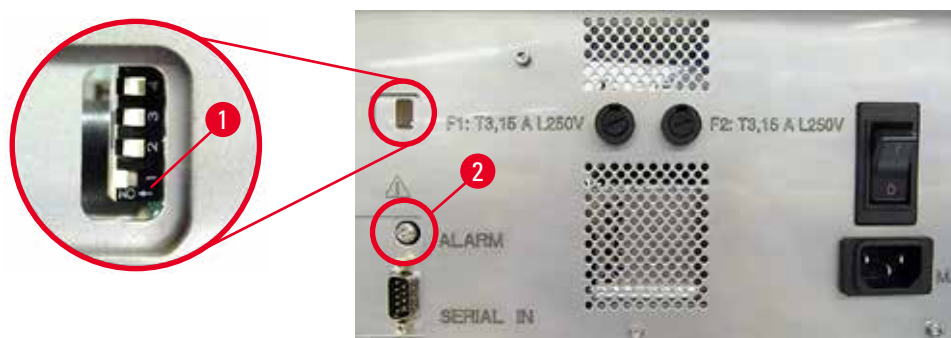

図 40
- » ビープ音出力装置を無効にするには、一番下のスイッチ (→「図 40-1」) を右に押します (→「図 40」)。